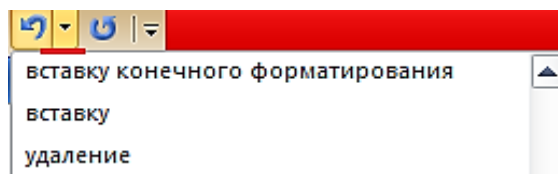

Рис. 22. Отмена нескольких действий
2. Выбрать действие, начиная с которого следует отменить все действия, расположенные выше в списке (рис. 22).